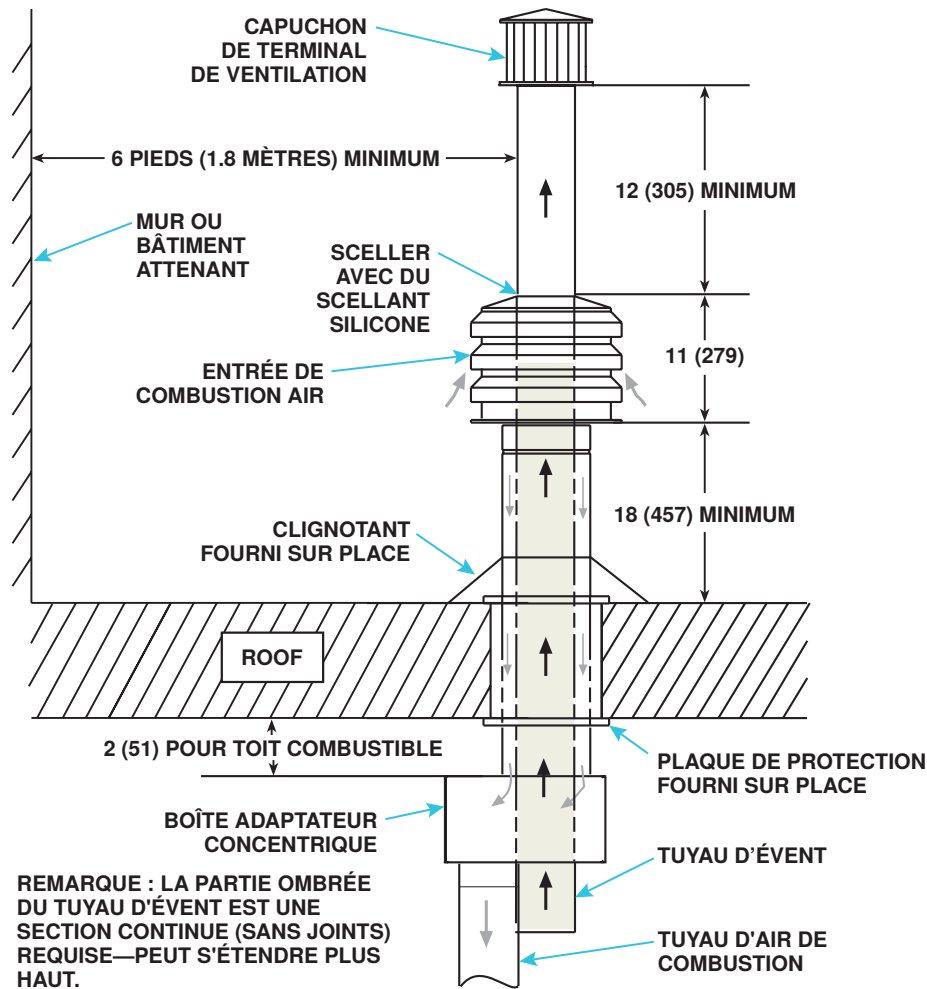

Figure 8. Installation de l'option CC2
- Choisissez un emplacement éloigné des prises d'air frais, en laissant de l'espace pour le boîtier adaptateur concentrique à l'intérieur. Le terminal de ventilation doit être situé à l'écart des bâtiments adjacents, tel qu'illustré à la Figure 8.
11. Vérifiez la conformité à la **Figure 8** et à toutes les spécifications et exigences énumérées dans ce manuel.